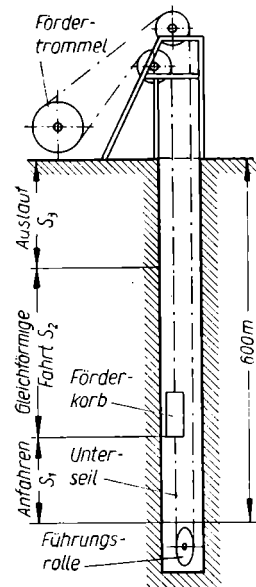

Bild 23
28. Bei der **Förderanlage** eines Bergwerks beträgt das Eigengewicht des Förderkorbes 5000 kp und das Gewicht jedes der sechs beladenen Kohlenwagen 800 kp. Das Seilgewicht, 8,7 kp für das laufende Meter, ist durch Unterseil nach Bild 23 ausgeglichen; die Gesamtlänge des in sich geschlossenen Seiles beträgt 1500 m. Das Anfahren aus 600 m Tiefe bis zur Höchstgeschwindigkeit 15 m/s geschieht auf 120 m Hub; das Auslaufen auf 180 m; dazwischen gleichförmige Fahrt mit 15 m/s. Das Diagramm ist zu zeichnen für Geschwindigkeit, Beschleunigung, Umfangskraft der Fördertrommel und Nutzleistung der Fördermaschine, bezogen auf die Zeit.